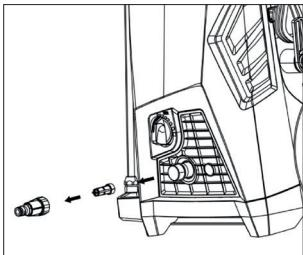

Рис. 5
4. Вставьте гайку на входе воды в положение патрубка на входе воды. Рис. 5